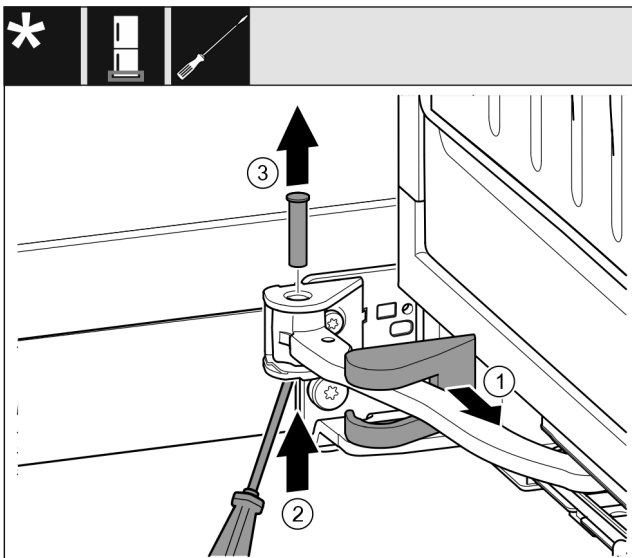

Fig. 15
- ▶ Lagerbokafdekking Fig. 15 (1) wegnemen en langs het scharnier verschuiven.
- ▶ Bouten Fig. 15 (2) met vinger of schroevendraaier van onderaf optillen.
- ▶ Bouten Fig. 15 (3) van boven af eruit trekken.